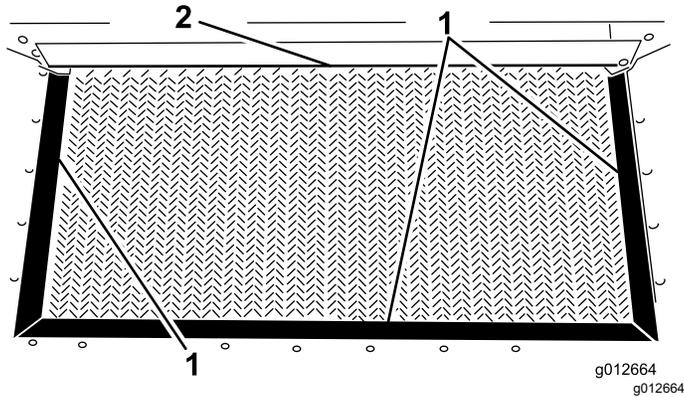

Figura 27
3. Inspeção os vedantes da tremonha e borda da porta no que respeita a desgaste ou extremidades rasgadas (Figura 27).